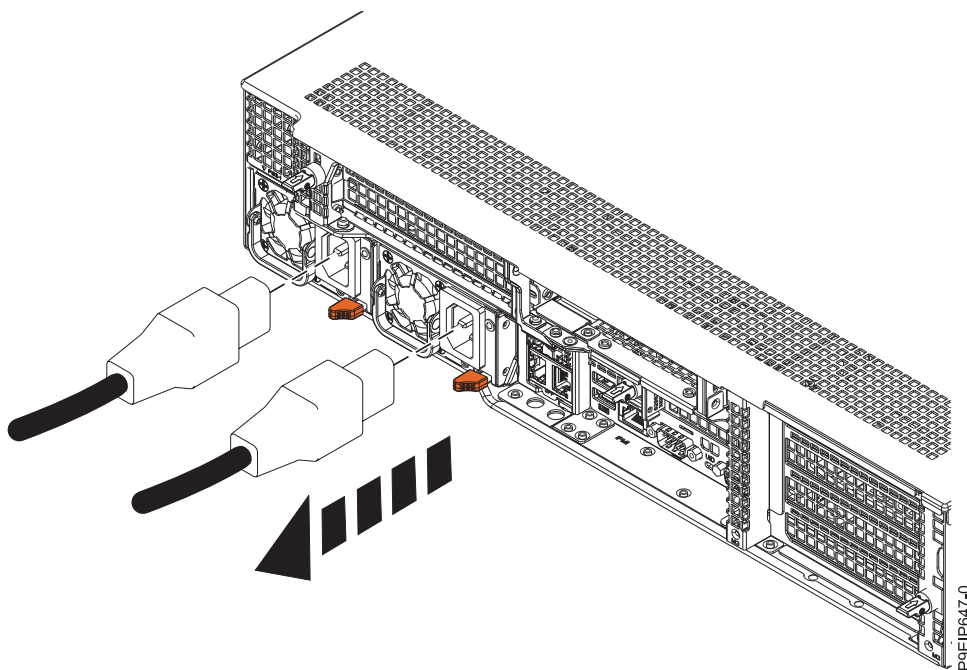

図 71. システムからの電源コードの取り外し
2. 電源コードにラベルを付けて、システム装置から切り離します (120 ページの図 71 を参照)。